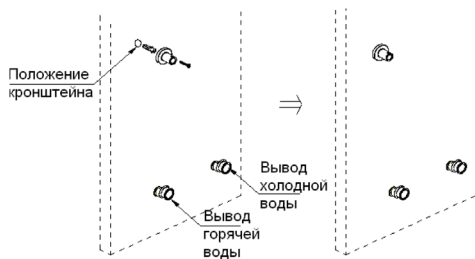

Рис.7
4. Вытащите дюбель (2) из сборочного комплекта, вставьте его в отверстие, затем прикрутите крестообразной отверткой настенный кронштейн (3) к стене с помощью самореза (4) (рис.7).